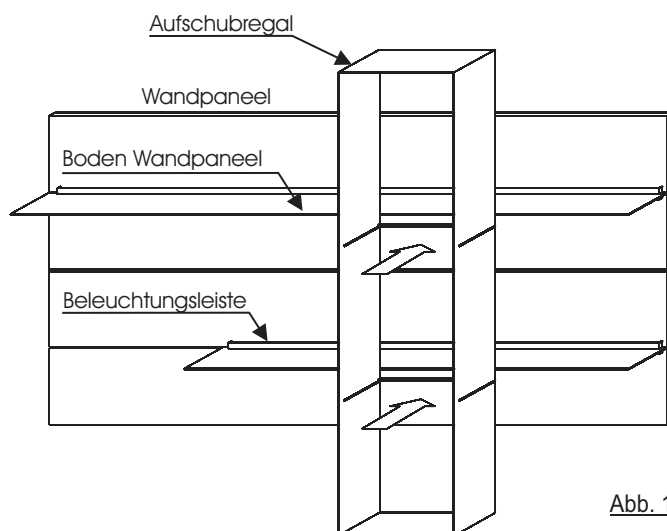

Abb. 1
2. Entfernen Sie die Verpackung vom Aufschubregal. Schieben Sie das Element vorsichtig und langsam auf die Böden des Wandpaneels. Achten Sie darauf, dass beim Aufschieben keine Beschädigungen auf die Böden entstehen. (Abb. 1)